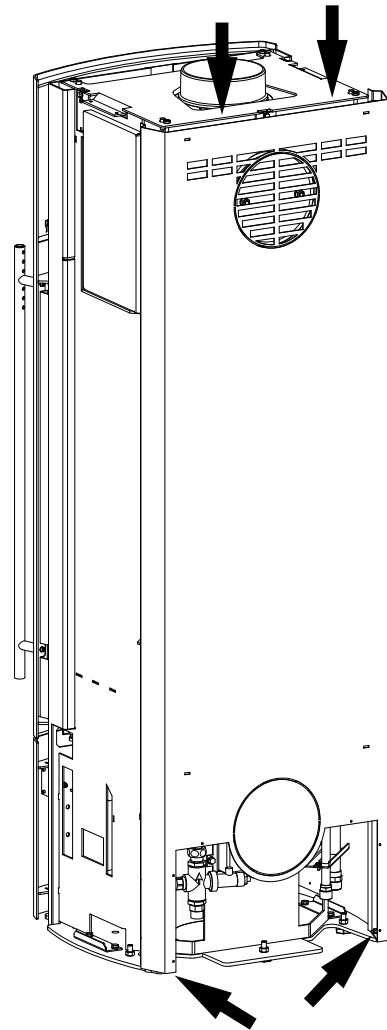

Fig. 2 Desatornillar el panel trasero
- Desatornillar el panel trasero (Fig. 2).